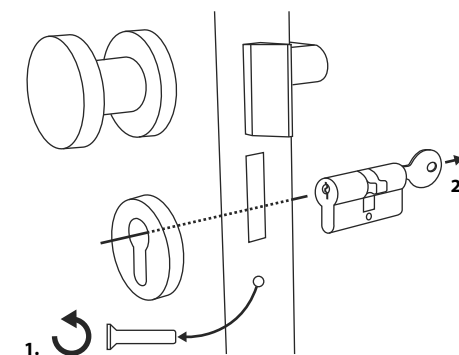

Fig. 1
① Retirez le cylindre de serrure existant en desserrant la vis de fixation dans la porte et en retirant le cylindre à l'aide de la clé insérée (Fig. 1).